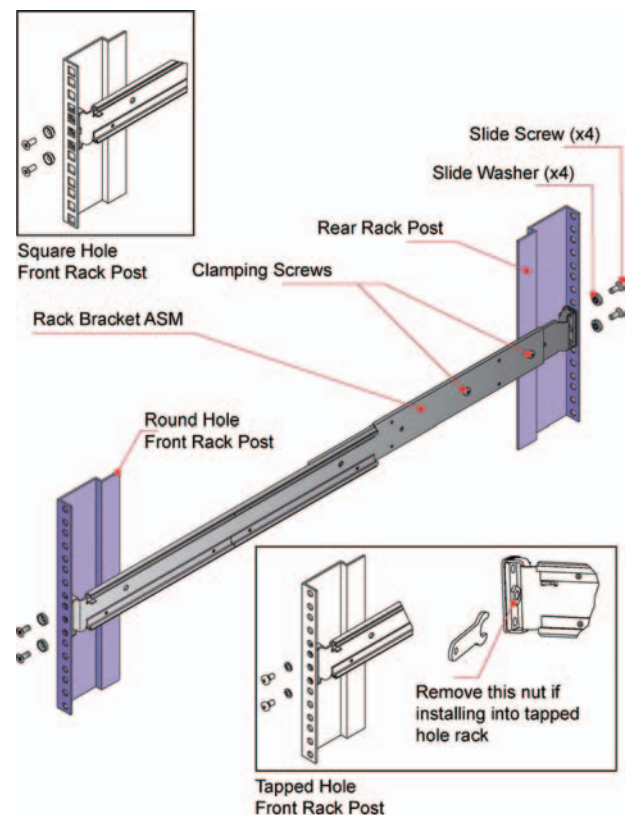

Figura 3: Prender as calhas ao bastidor
4. Monte as calhas do bastidor nos postes do bastidor tal como se segue (**consulte a Figura 3**):
- d. Aperte os dois parafusos de fixação localizados no interior da secção posterior da calha do bastidor (**consulte a Figura 3**).